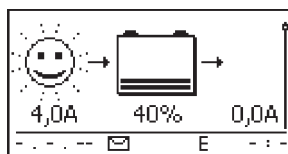
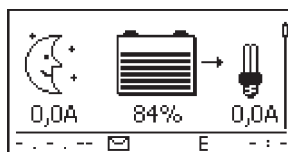

Fig. 7: Display después de conectar el módulo solar cuando hace sol
Fig. 8: Display después de conectar el módulo solar cuando no hace sol
3. ➤ Retirar la cubierta del módulo solar y, en caso de que haya uno montado, conectar el interruptor seccionador de CC. En el display aparecerá Fig. 7 o Fig. 8.
4. ➤ Si no aparece Fig. 7/ Fig. 8, comprobar la instalación y solucionar los posibles fallos a través de ☎ 15, pág. 54 y siguientes.